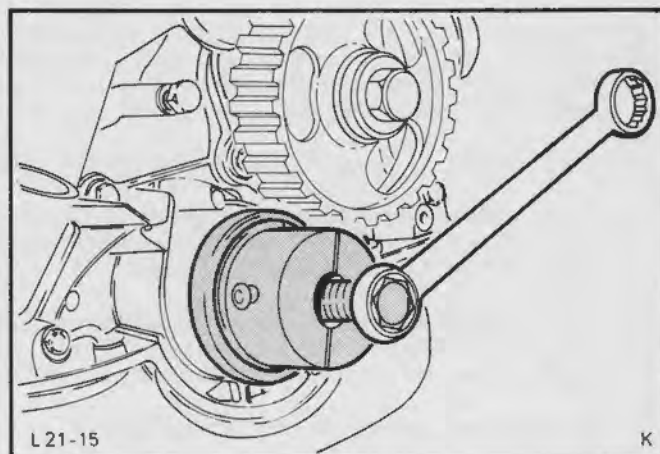

Fig.130. Træk krumtapakslens tandremshjul af med specialværktøj 21-028
10. Træk krumtapakslens tandremshjul af med specialværktøj 21-028, Fig.130.